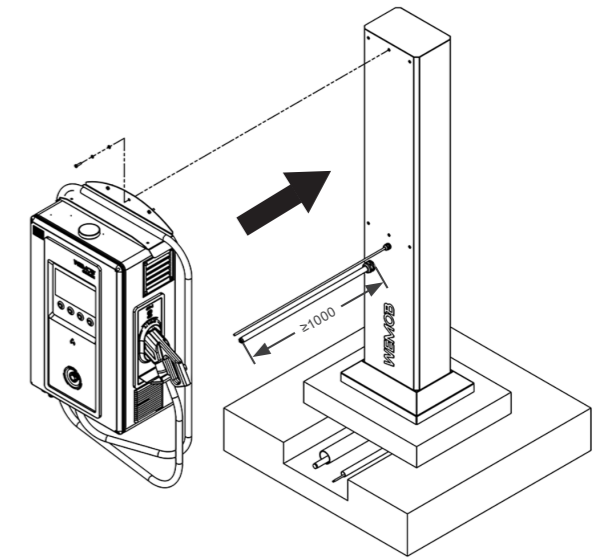

Figura 4.1: Ejemplo de montaje de la WEMOB-STATION (30/40 kW) en el Tótem - mm
Después de fijar el Tótem a la base de concreto, debe montarse la estación de carga. Esto se debe hacer mediante los seis (06) puntos de montaje existentes en el Tótem, usando seis (06) tornillos M6. El par de apriete recomendado es de 10 Nm para garantizar una instalación segura tanto para la estación de carga como para el operador, como se muestra en la Figura 4.1.